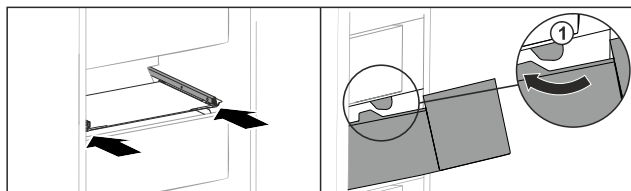

Fig. 145
- Schubfach um die Stopper Fig. 145 (1) herumführen.